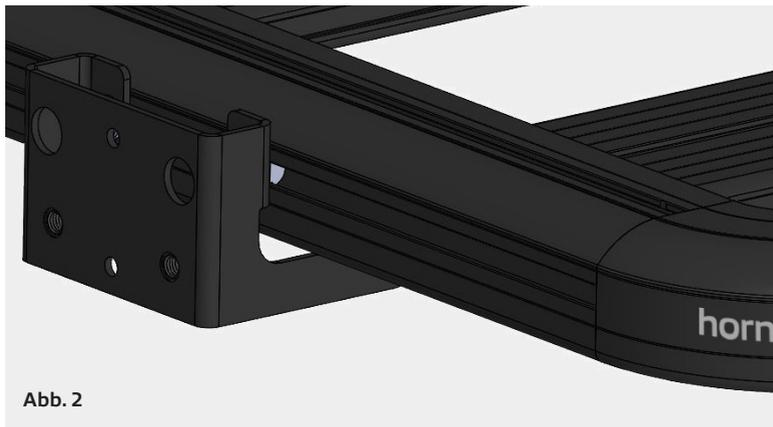
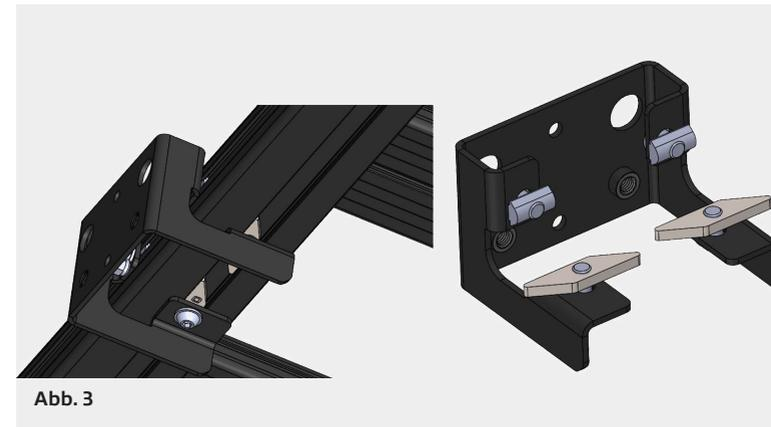

Abb. 2
Abb. 3
Der Markisenhalter wird mit den M8x14mm Schrauben an den Dachträger befestigt. Er kann oben oder unten am Dachträger verschraubt werden (Abb. 1 & Abb. 2). Bei der Montage auf der Oberseite werden oben und außen die vier Nutensteine zum Eindrehen verwendet (Abb. 3).
*The awning bracket gets bolted to the roof rack using the M8x14mm bolts. The awning bracket can be mounted to the top and the bottom side of the roof rack, (Abb. 1 and Abb. 2) show. When the bracket gets fixed to the top side of the rack use the 4 swivel style type slot nuts (Abb. 3).*
Wenn der Markisenhalter auf der Unterseite vom Dachträger befestigt wird, werden auf der Unterseite die großen flachen Nutensteine verwendet, (Abb. 3). Auf der Seite werden zwei Stück der Nutensteine zum eindrehen verwendet.
*When the awning bracket gets mounted to the lower side of the roof rack use the bigger flat slot nuts instead! See Abb. 3 as a reference, on the outside the swivel type slot nuts get used.*